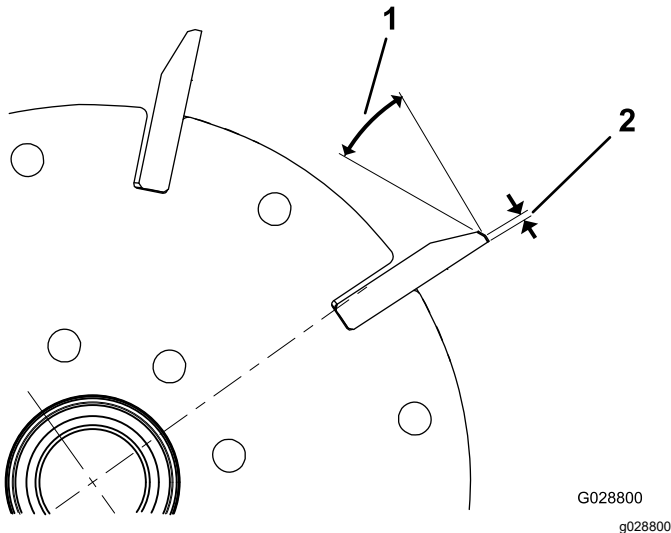

Figura 34
1. Utilizai un unghi de rectificare de 30 de grade pentru toate lamele cilindrului, până când lăimea la sol atinge 1,3 mm (Figura 34).